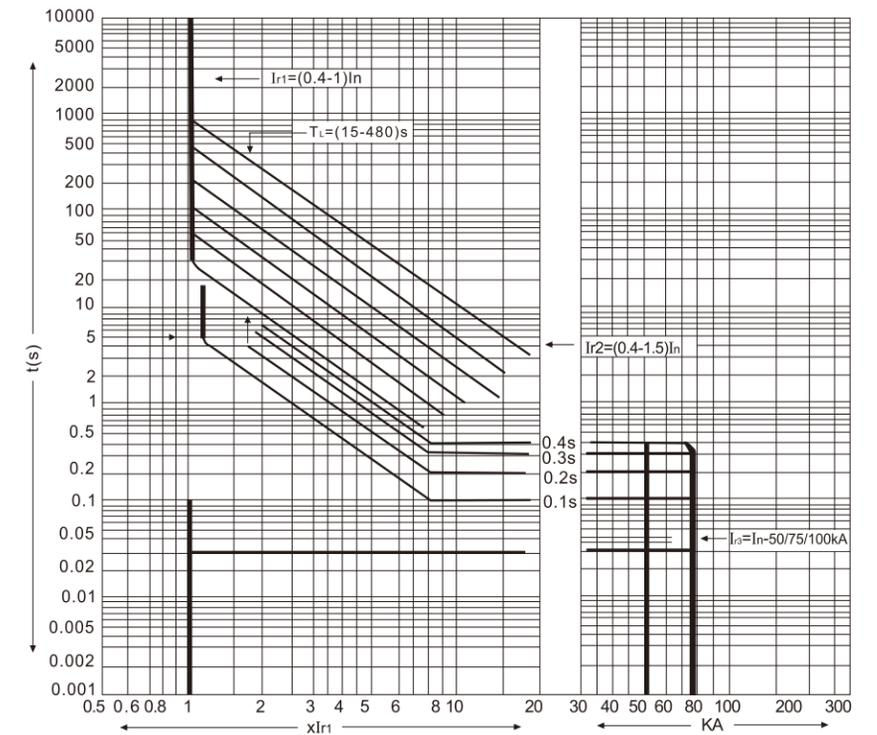
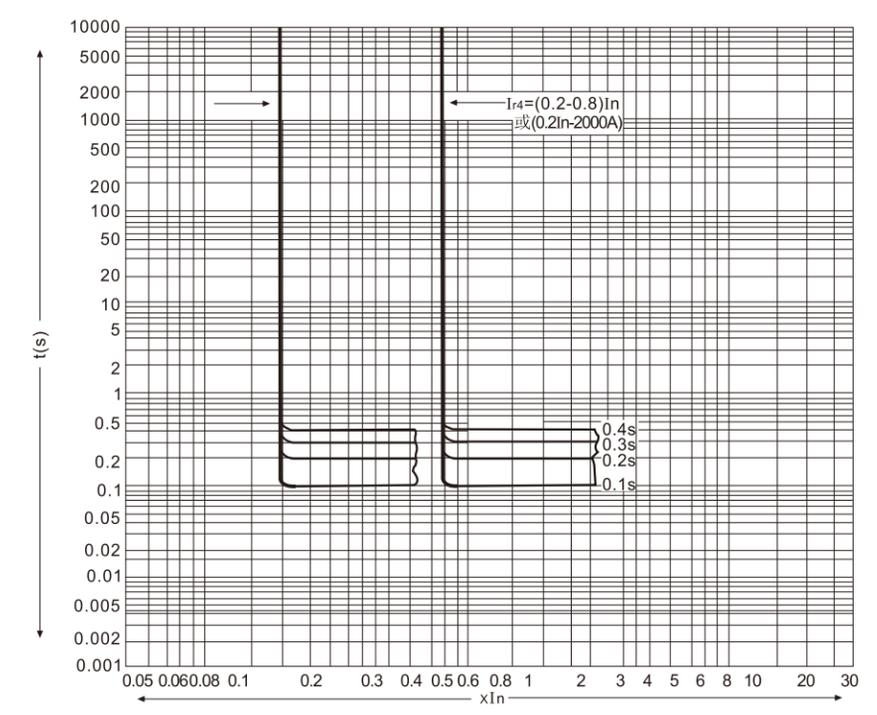

图1
图2
- 过电流控制器保护特性曲线：长延时、短延时、瞬时动作保护特性曲线见图1；接地故障保护特性曲线见图2。
d.过电流脱扣保护特性见图1，接地故障保护特性见图2。
过电流脱扣保护特性 见图1
接地故障保护特性 见图2